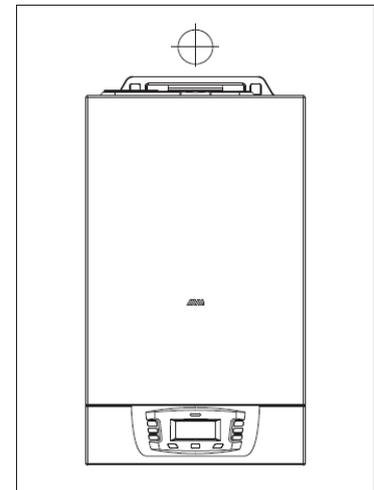

Рис. 9
- е) далее котел навесьте на подвесную панель (рис. 9)